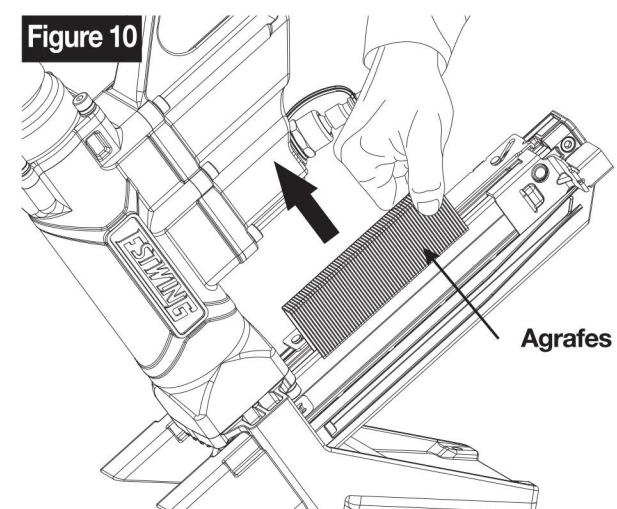

Figure 10
3. Prenez les clous de taquet et agrafes du magasin. (Consultez figure 10 & 11.)